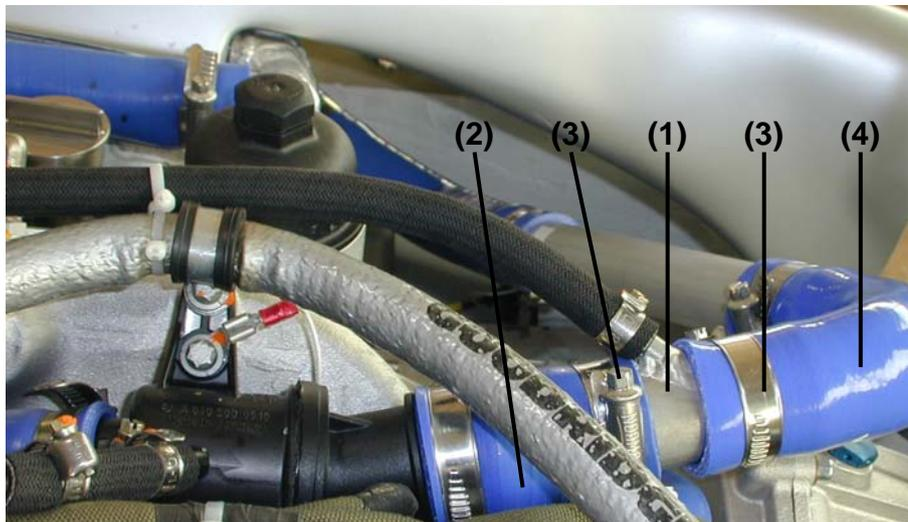

Bild 3/ Figure 3
- Das Rohrstück mit Entlüftung (P/N 54.81.43.010) an den Silikonschlauch anschließen und mit einer Schelle (Ø25-40) befestigen. Siehe Bild 3.
- Den Schlauch vom Thermostat zum Kühlmittelkühler (P/N 54.81.00.020) an das Rohrstück mit Entlüftung anschließen und mit der zuvor entfernten Schelle befestigen. Siehe Bild 3.
- *Connect the pipe with permanent bleeder (P/N 54.81.43.010) to this silicone hose. Attach it with a clamp Ø25-40. See Figure 3.*
- *Attach the hose from thermostat to coolant radiator (P/N 54.81.00.020) to the pipe with permanent bleeder, using the previously removed clamp. See Figure 3.*